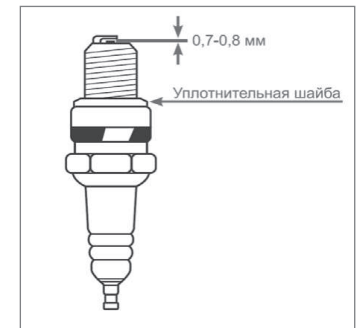

Рис. 11
4. Измерьте зазор между электродами свечи зажигания специальным щупом. Зазор должен быть 0,7-0,8 мм (Рис. 11). При увеличении или уменьшении требуемого зазора, рекомендуется заменить свечу, так как регулировка зазора может привести к изменению качества искрообразования.